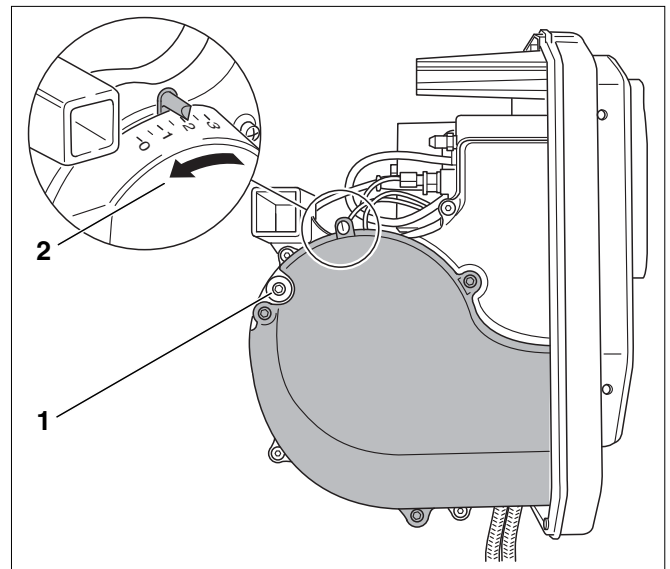

Fig. 36 Cambiar la clapeta de aire de aspiración
- Suelte el bloqueo de la clapeta de aire de aspiración (ALF) (fig. 36, **pos. 1**).
Tenga en cuenta que una mayor presión del ventilador desplazando el regulador lleva a valores numéricos menores en la escala indicadora. Esto corresponde a la dirección de la flecha (fig. 36, **pos. 2**).